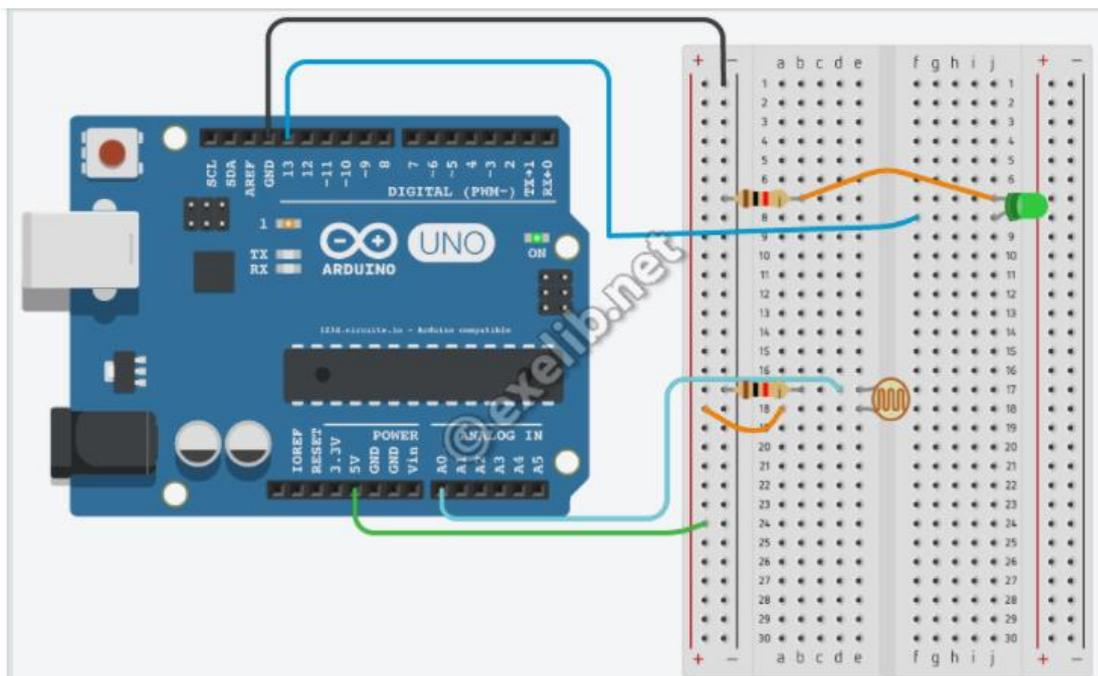

Figure 3 Montage Photorésistance
c) Ajouter une led au montage figure 3 et donner un programme qui permet d'allumer cet led si la luminosité mesurée par la photorésistance est trop faible (inférieur à 1%).